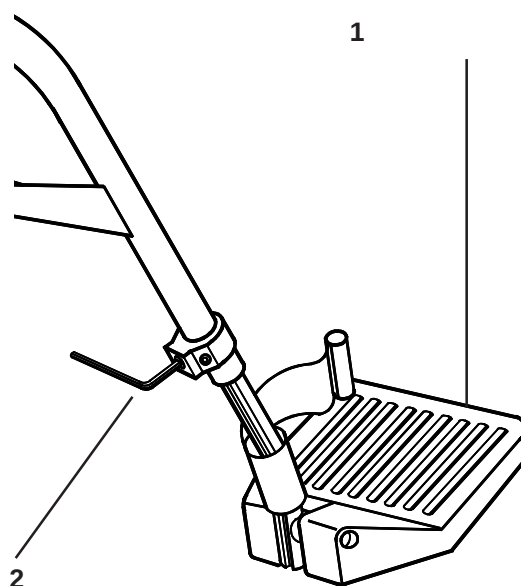

Fig. 22
Voor het afstellen van de hoogte (Fig. 22) van de wegzwenkbare beensteunen (1), draait u de schroef (2), met behulp van een 4mm inbussleutel, die geplaatst dient te worden zoals getoond in Fig. 21, los en stelt u de beensteun hoogte in de gewenste positie af. Draai de schroef weer vast op een aanhaalmoment van 8-10Nm.